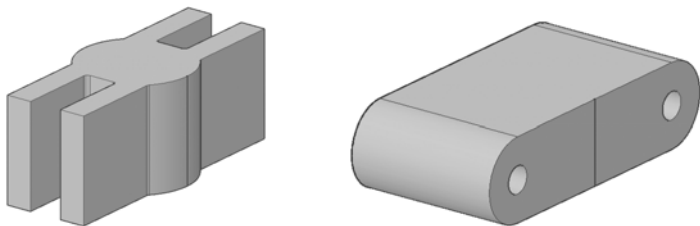

图 19-14 将面域拉伸成实体
3) 使用拉伸命令“extrude”将面域拉伸成实体, 如图 19-14 所示。为了下一步操作方便, 在实体的前面画一条直线。画直线时可利用对象捕捉“捕捉到中点”。